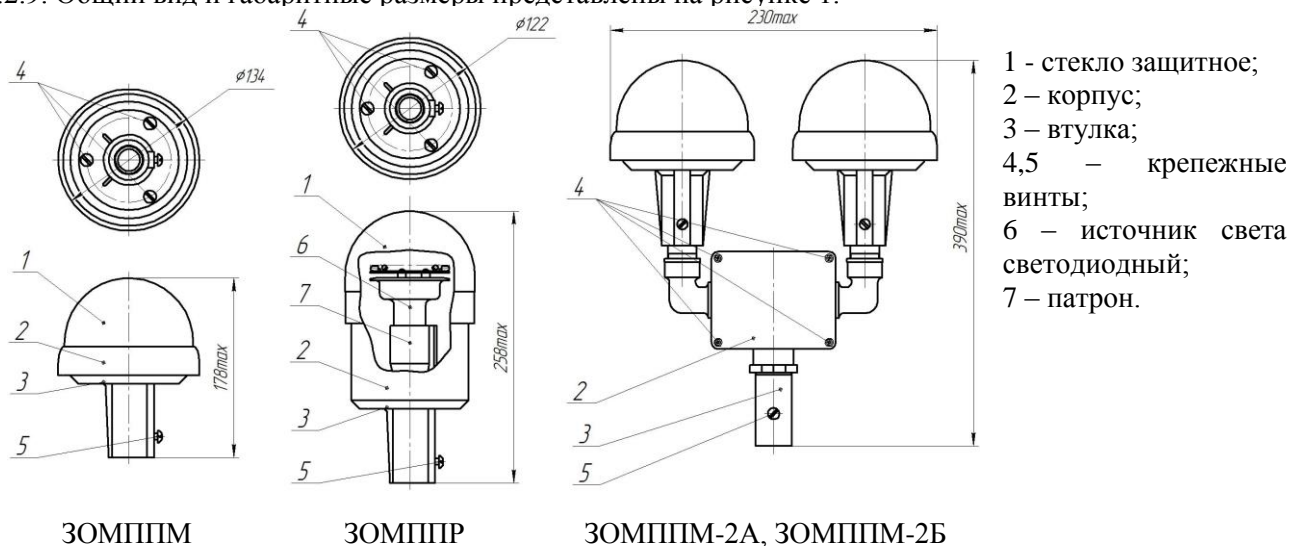

Рис.1 Общий вид и конструкция приборов ЗОМ.
1.4.1. Назначение составных частей прибора (см. Рис.1):
2.2.2.1 Для установки огня заградительного ЗОМППМ и ЗОМППР необходимо (см. Рис.1):
2.2.2.2 Для установки огня заградительного ЗОМППМ-2А и ЗОМППМ-2Б необходимо (см. Рис.1):